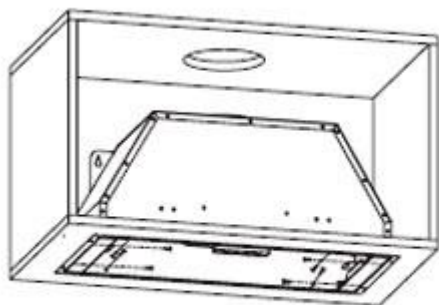

Рис. 9
- Используйте 8 винтов ST4*14, чтобы прикрепить корпус к полости шкафа изнутри. Убедитесь, что вытяжка плотно прилегает к нижней части шкафа. Смотрите рис. 9.